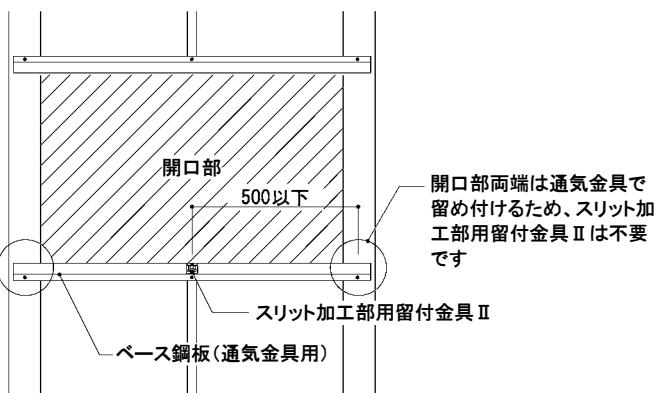

図3 スリット加工部用留付金具IIの施工位置
- スリット加工部用留付金具IIをツメが上がった状態で、開口部下のベース鋼板に500mm以下の間隔で専用ビス(JK1510 $\phi 4.5\text{mm} \times 10\text{mm}$)で留め付けてください。(図3、4、5参照)